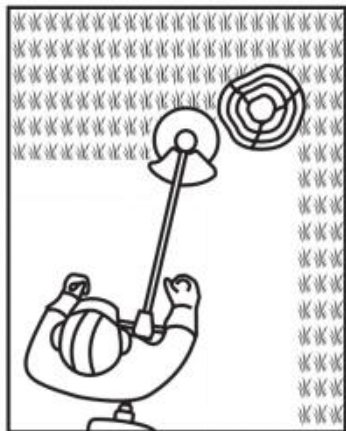

Fig. 48
2. Zachowaj szczególną ostrożność podczas pracy w pobliżu drzew i krzewów. Głowica tnąca może uszkodzić delikatną korę i słupki ogrodzeniowe (rys. 48).